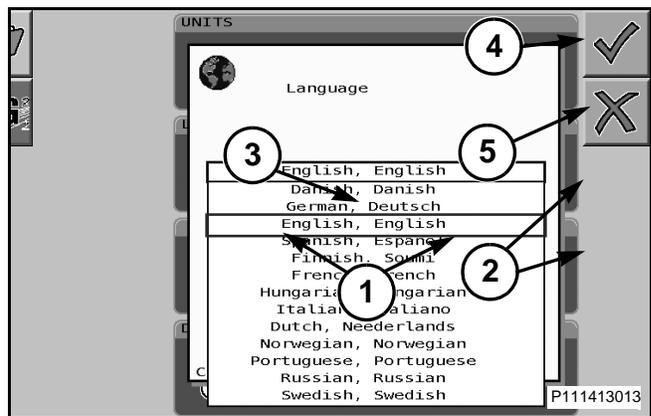

FIG. 67
FIG. 67: Para seleccionar el idioma, desplácese para seleccionar alguna de las casillas anterior/siguiente (1) y a continuación presione el botón de la rueda de selección o use las teclas rígidas situadas junto a los iconos de flecha hacia arriba/abajo (2) para desplazarse a través de la lista de idiomas disponibles que muestra uno a la vez en la casilla de idioma (3). Presione la tecla rígida situada junto al icono de marca de verificación (4) para aceptar la selección. Para cancelar la selección, presione la tecla rígida situada junto al icono X (5).